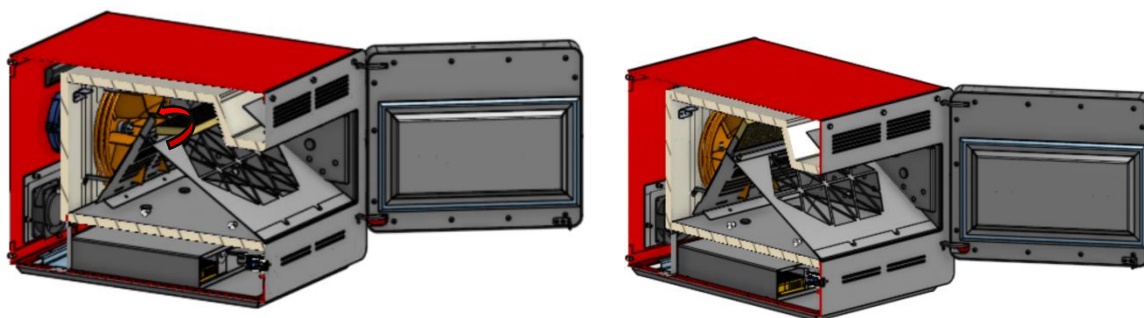

Figure 5. Insertion du filtre
- Insérez la plaque de protection en biais (figure 5) dans la chambre et placez le filtre dans le porte-filtre.